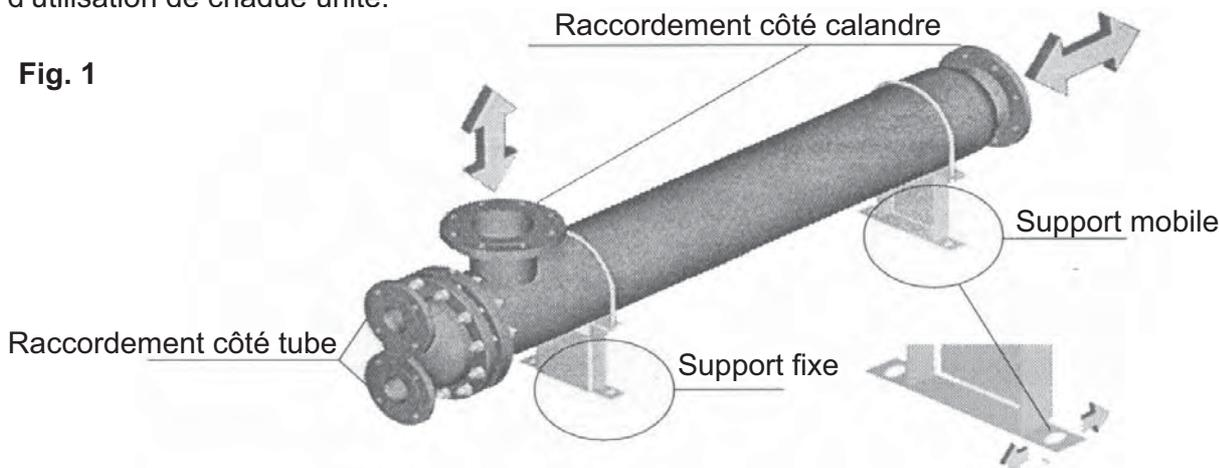

Fig. 1
2.3 Desserrez légèrement les boulons à l'une des extrémités de l'unité afin de permettre son expansion. Les trous ovales des supports sont prévus à cet effet (voir figure 1).